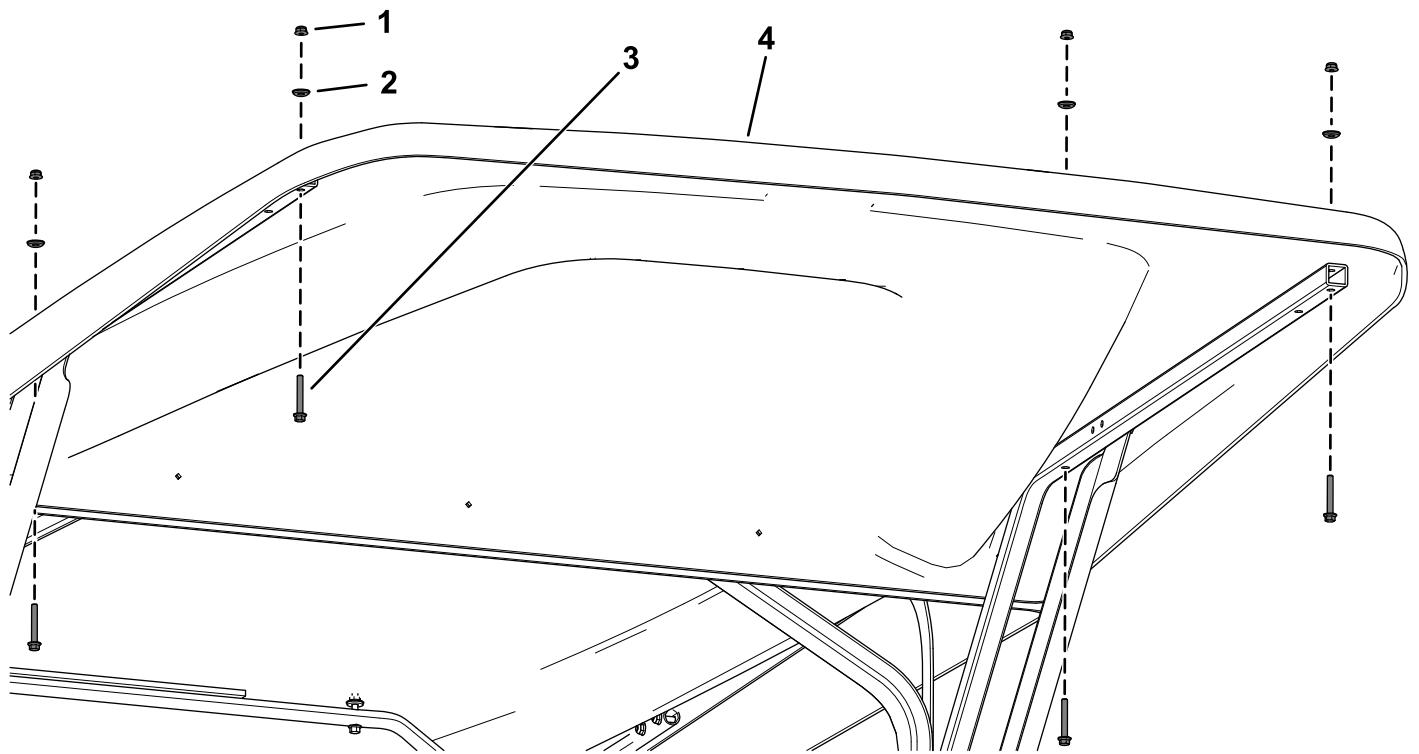

Figura 5
2. Sujete la extensión de la capota con 4 pernos con arandela prensada ($\frac{1}{4}$ " x $1\frac{3}{4}$ "), 4 arandelas sellantes, y 4 contratuerzas ($\frac{1}{4}$ "), como se muestra en la Figura 5.